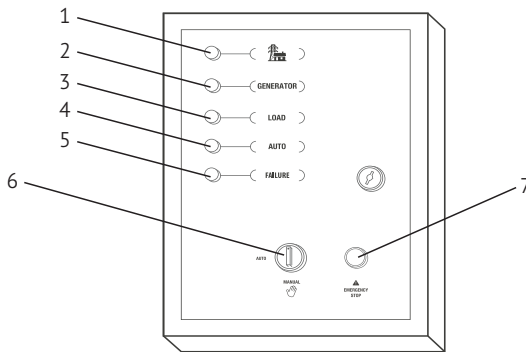

Рис. 1
Сначала запустите генератор в «РУЧНОМ» режиме с его панели, в положении Основного переключателя «MANUAL» блока ATS (6) рис. 1, тем самым проверив работоспособность генератора, и затем вы можете использовать режим «АВТО-АУТО» для автоматической работы системы ATS.
- Переместите Основной переключатель (6) рис. 1 в положение «АВТО-АУТО» на блоке ATS, система ATS будет работать автоматически и готова для последующих пусков генератора в автоматическом режиме.
Если вам нужно вручную запустить / остановить генератор, поставьте основной переключатель блока ATS (6) рис.1 в положение «MANUAL» и запустите / остановите генератор обычным «РУЧНЫМ» способом.
Если вам ЭКСТРЕННО необходимо остановить генератор воспользуйтесь экстренным аварийным выключателем (7) рис.1 на блоке ATS.